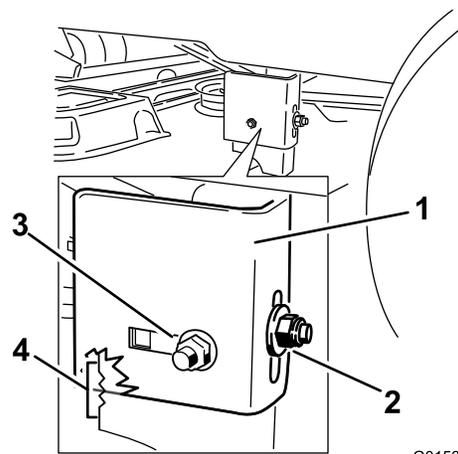
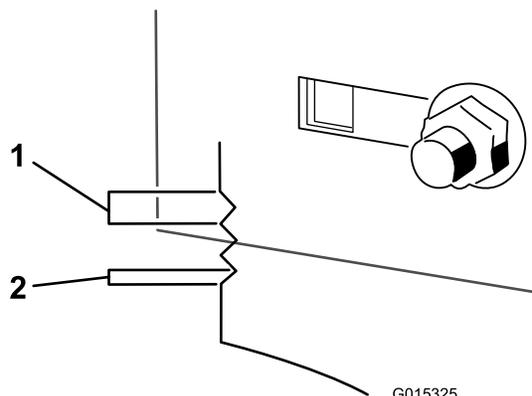

Figura 50
Figura 51
- Afloje la tuerca de bloqueo lateral de la barra de soporte lo suficiente para permitir ajustar la barra (Figura 50). Utilice las muescas del soporte soldado para medir la cantidad de ajuste. Cada muesca completa equivale a 0.25 pulgadas, y un solo lado equivale a 0.125 pulgadas (Figura 51). Ajuste la carcasa de corte a la altura deseada.
- Cuando la carcasa esté en la posición deseada, apriete la tuerca de bloqueo trasera de la pletina de suspensión para fijar la posición nueva (Figura 50). Apriete la tuerca de bloqueo lateral de la pletina de suspensión.